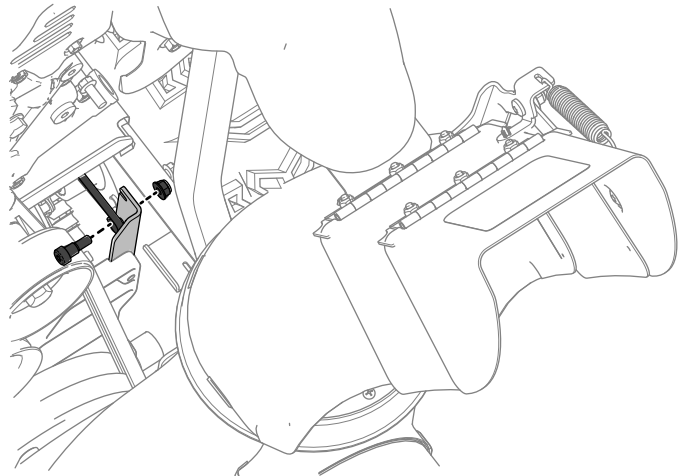

Bild 10
- Verbinden Sie das andere Ende der Stange mit der neuen Fahrtriebsplatte mit Hilfe einer Schraube und Mutter, die diesem Kit beiliegen (Bild 10).